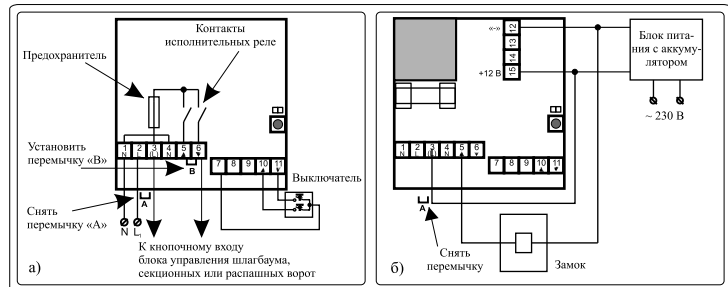

Рисунок 7 Подключение устройства: а) к блокам управления воротами; б) к замкам
- Снять перемычку устройства между контактами 2 и 3 (см. рис. 7а, обозначение А).
- Снять перемычку между контактами 2 и 3 устройства (см. рис. 7б, обозначение А).